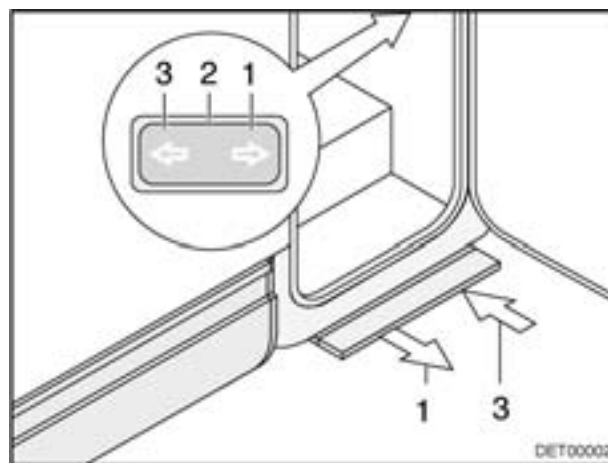

Bild 3 Bedienschalter Eintrittstufe (Variante 1)
- Vordere Hälfte des Wippschalters (Bild 3,1) drücken, bis die Eintrittstufe vollständig ausgefahren ist.
- Hintere Hälfte des Wippschalters (Bild 3,3) drücken, bis die Eintrittstufe vollständig eingefahren ist.